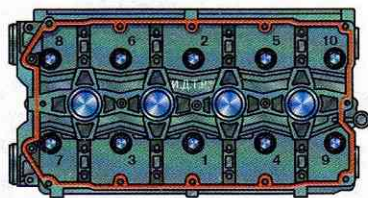

Рис. 4.16. Порядок затяжки болтов крепления головки блока цилиндров
42. Выверните болты крепления головки блока цилиндров к блоку цилиндров в порядке, обратном затяжке (рис. 4.16), и снимите головку блока с двигателя.
4. Установите головку на блок цилиндров и затяните болты ее крепления в последовательности, указанной на рис. 4.16.